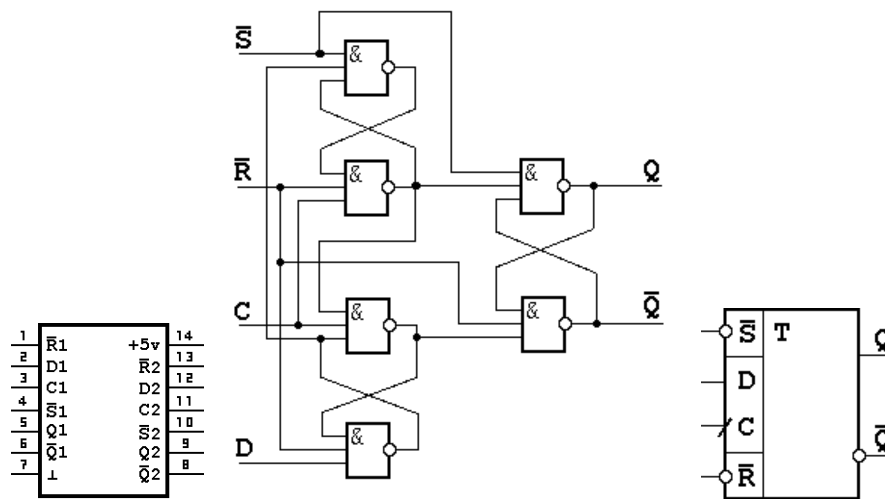

Figure 1: Микросхема K155TM2 и схема замещения одного D-триггера.
2. (a) В редакторе PCCAPS создать схему замещения D-триггера, как показано на рис.1б, составив её из шести элементов 3-И-НЕ.
(b) Указать тип элемента 256 (иерархический), установить типы пинов в SCMD/SPAT и с помощью меню SCMD/PNLC упаковать два элемента в корпус, как показано на рис.1а.